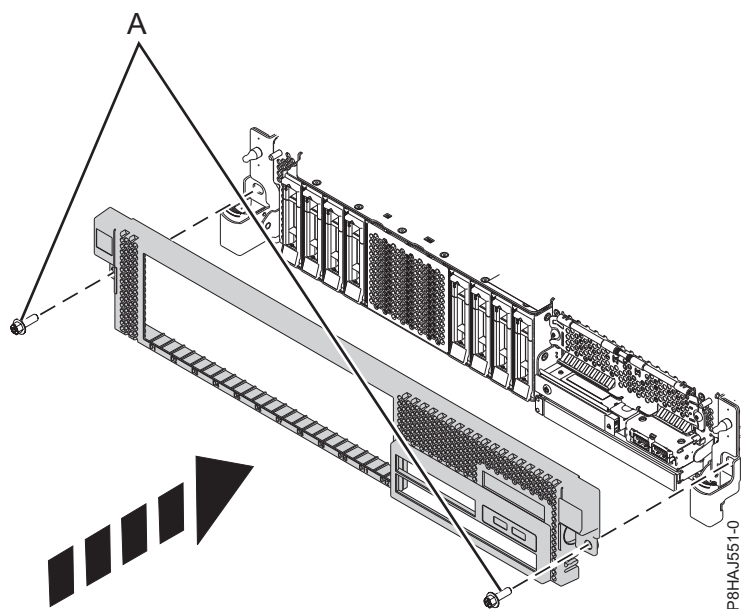

図 12. 前面カバーの取り付け
3. 34 ページの図 12 に示す方向にリリース・ラッチを押して、閉じます。 カチッという音がしてカバーが正しい位置に収まります。カバーにはより簡単につかむことができるくぼみがあります。
4. 配送用ねじ (A) を再取り付けします。